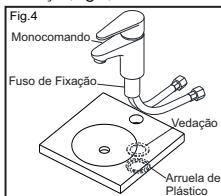

Fig.3
- Rosqueie os flexíveis na parte inferior do monocomando utilizando apenas as mãos. (Fig.2) (Fig. 3)